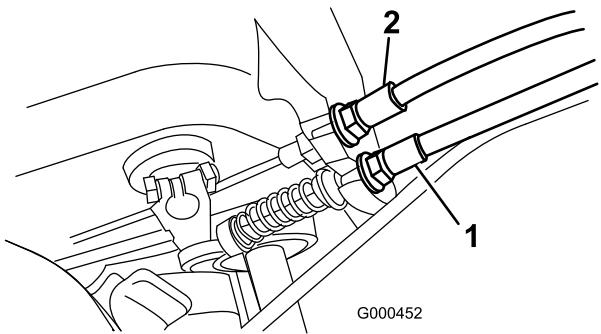

Bild 32
2. Wenn Sie die Zugspannung erhöhen möchten, lösen Sie die Klemmmutter des vorderen Zugs und ziehen Sie die Klemmmutter des hinteren Zugs an (Bild 32), bis eine Kraft von 5 bis 6 kg benötigt wird, um die Bremse zu aktivieren. Die Kraft sollte am Einstellhandrad gemessen werden. Stellen Sie die Bremse nicht zu fest ein, da das Bremsband sonst schleifen könnte.